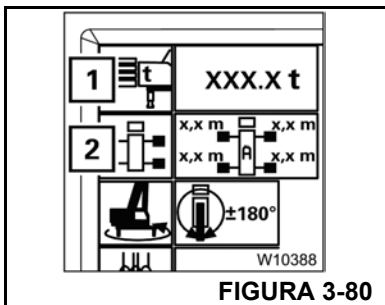

FIGURA 3-80
- Desligar o modo de entrada: Pressione o botão F1 (1) (Figura 3-80) uma vez, e o símbolo se tornará cinza.
- Alternar o modo de entrada: Pressione o botão do próximo componente uma vez, por exemplo, o botão F2 (2), o símbolo se tornará verde.